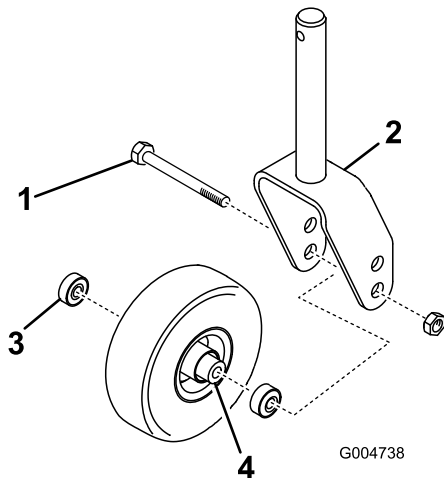

Figura 142
1. Retire la contratuerca del perno que sujeta el conjunto de la rueda giratoria entre la horquilla o el brazo de pivote (Figura 142).
2. Sujete la rueda giratoria y retire el perno de la horquilla o del brazo de pivote (Figura 142).
3. Retire el cojinete de la rueda y deje que se caiga el suplemento del cojinete (Figura 142).
4. Retire el cojinete del otro lado de la rueda (Figura 142).